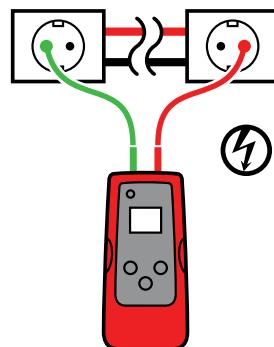

Figura 3.2a
2. Ligue o cabo de teste vermelho ao cabo de linha com eletricidade (do lado da carga no sistema). O sinal APENAS será transmitido entre a tomada à qual o transmissor está ligado e fonte de alimentação (ver Figura 3.2a).